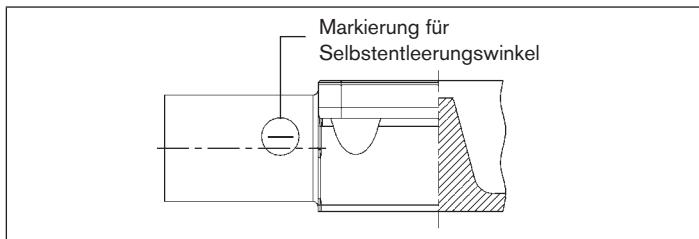

Bild 13: Markierung für die korrekte Einbaulage
- Zur Leitungsachse einen Neigungswinkel von $1^\circ \dots 5^\circ$ einhalten. Bei Schmiede- und Gussgehäusen ist hierfür eine Markierung angebracht, welche nach oben zeigen muss (12 Uhr-Stellung, siehe „Bild 13“).